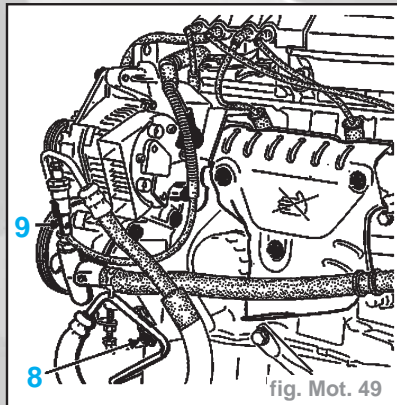

fig. Mot. 49
- La fixation (8) ainsi que le connecteur (9) du pressostat (fig. Mot. 49)